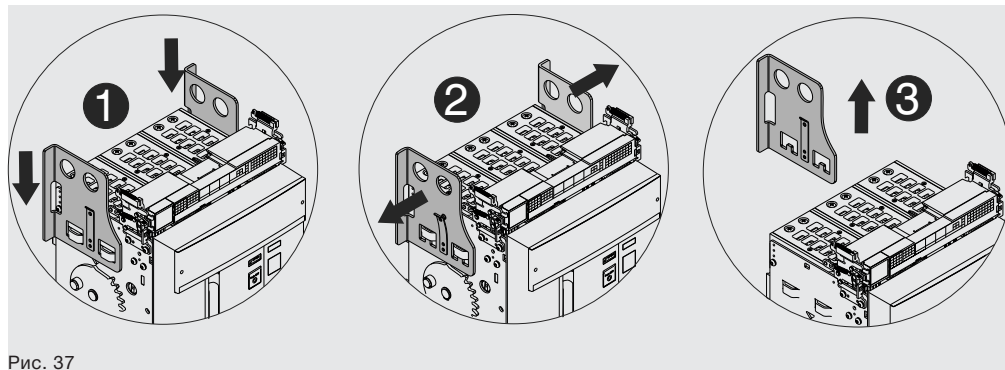

Рис. 37
4. Отсоедините зацепы и снимите подъемные пластины подвижной части. См. Рис. 37.